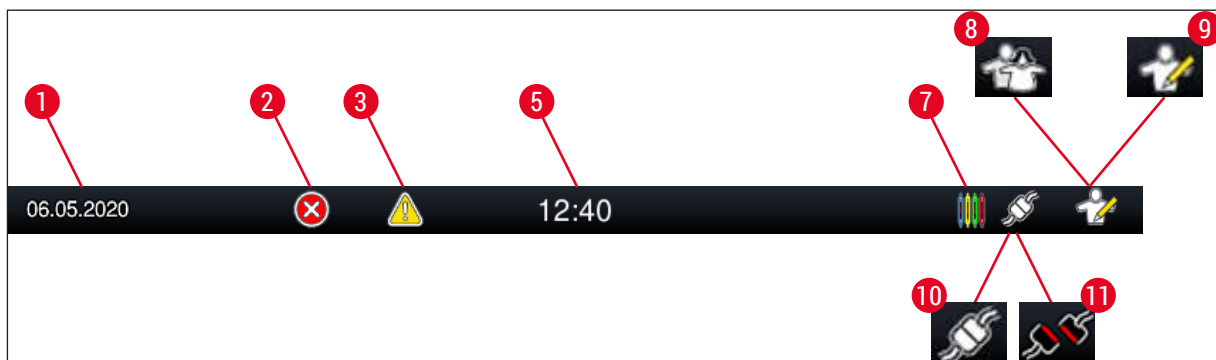

Fig. 16
4. Il simbolo presente nella barra di stato (→ "Fig. 16") in alto a destra indica lo stato utente attuale.